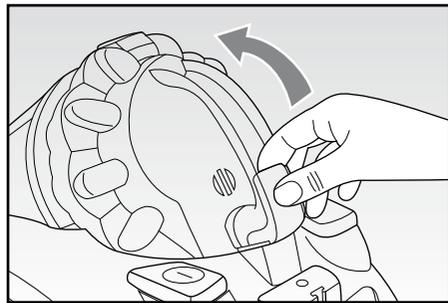

Fig. 6
- Нажать кнопку разблокировки (Е) и одновременно с помощью специальной ручки (G) вынуть пылесборник (А) (Рис. 6).